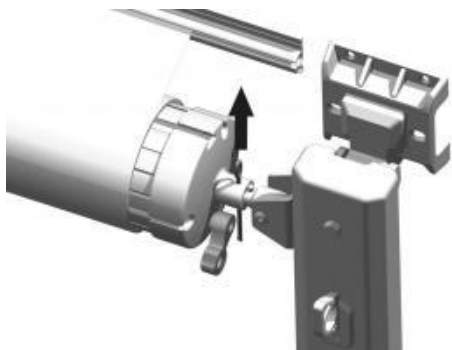

Figura C17
3.7 Retire los pasadores de seguridad situados a ambos lados de las tapas de los extremos del rodillo. (Figura C17) para tensar el rollo de tela bajo tensión.